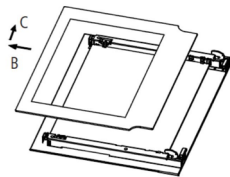

Abb. 4
2. Nehmen Sie das innere Glas langsam heraus und folgen Sie dabei der Pfeilrichtung (B) und dann (C) (Abb.4).